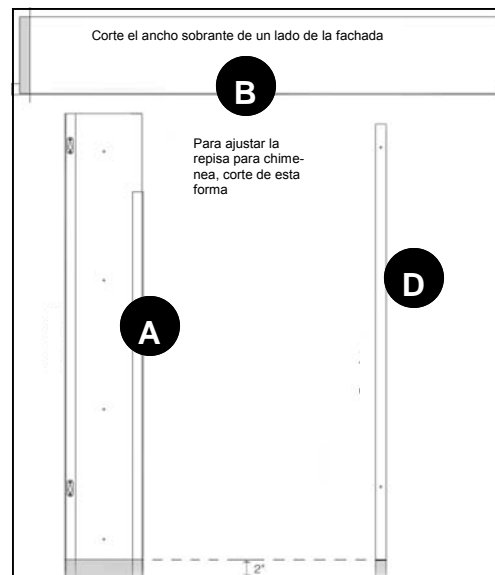

Fig. 2
Corte la altura sobrante en la parte inferior de los pilares (A) y la plantilla (D). (Fig. 2)
Corte el ancho sobrante de un lado de la fachada (B). (Fig. 2)